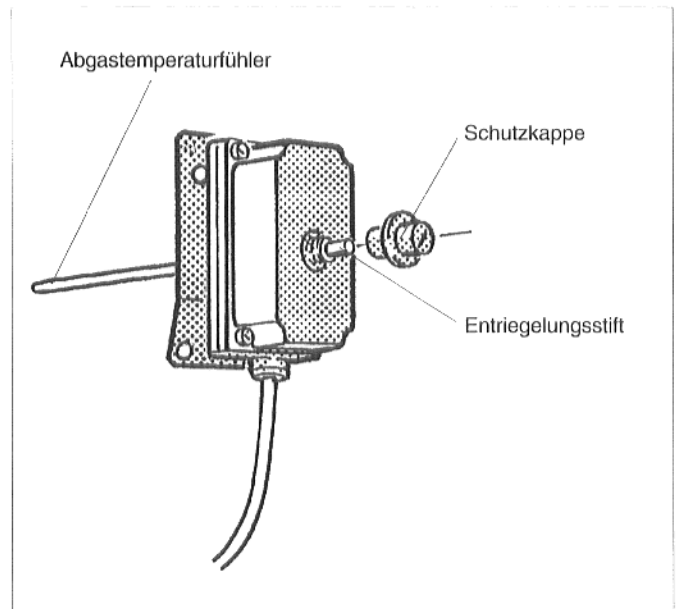

Abb. 5: Entriegeln
- Nach ca. 2 Minuten Schutzkappe entfernen und Entriegelungsstift fest eindrücken (Abb. 5).